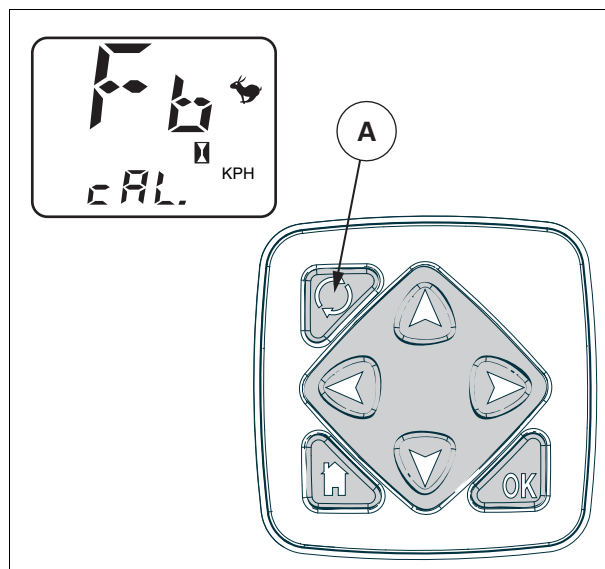

Рис. 11.
3. На экране должна отобразиться надпись "CAL" рис. 11.